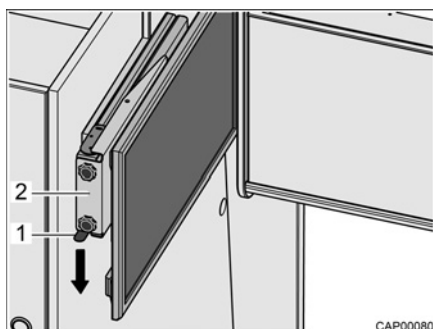

Bild 49 Utdrag med platt bildskärm
- Tryck låsfjädern (Bild 49,1) nedåt och dra ut utdraget (Bild 49,2) med den platta bildskärmen vågrätt i riktning mot fordonets mitt.
- Skjut in utdraget (Bild 49,2) med den platta bildskärmen vågrätt fram till anslaget. Låsfjädern (Bild 49,1) hakar fast hörbart.